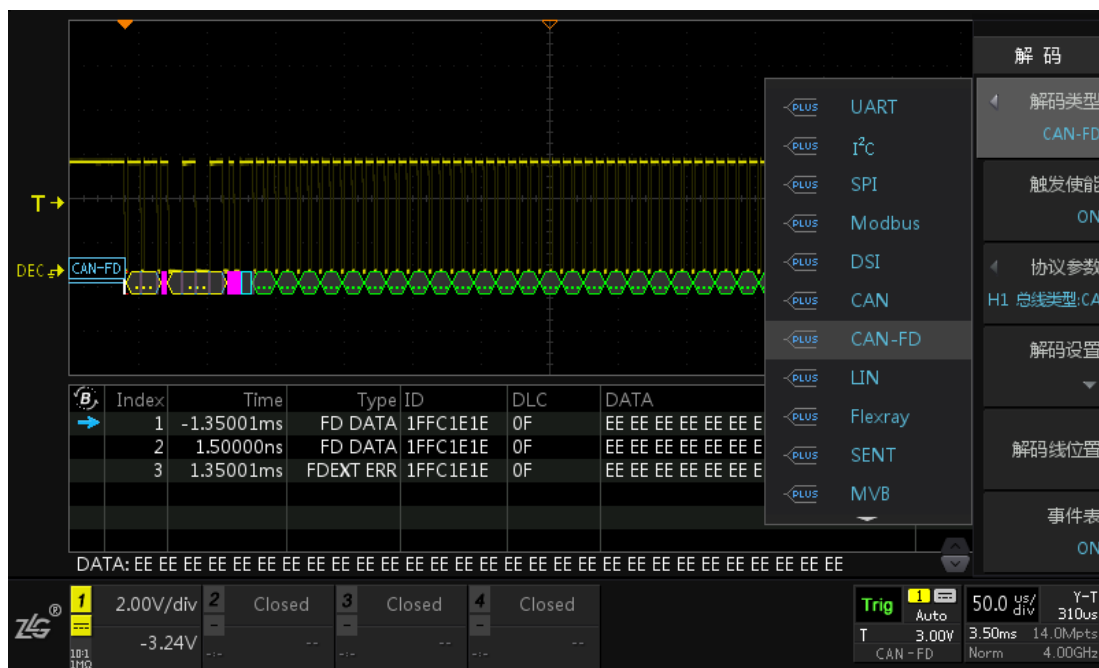

图 15.19 CAN-FD 解码类型选择
- 4、点击【解码类型】旋转旋钮 A 选中协议，短按旋钮 A 即可将设置为 CAN-FD，点击【协议触发】为 “ON” (当对协议进行触发设置后，此处固定为 ON)，此操作其实就是将触发类型设置为 CAN-FD，如图 15.19 所示;